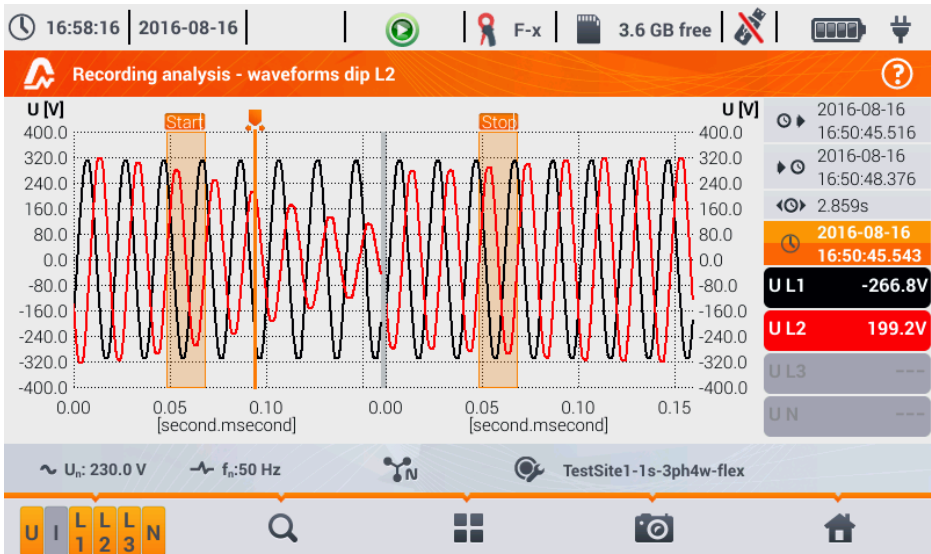

Abb. 29. Analyse der Aufzeichnungen – Wellenform von Spannungsspitze
- Wellenform. Nach der Auswahl eines bestimmten Ereignisses aus der Tabelle und die Verfügbarkeit dieser Option wird angezeigt, kann die Wellenform der momentanen Spannungs- und Stromwerte für den Anfang und Ende des Ereignisses dargestellt werden. Für gewöhnlich (falls in der Konfiguration aktiviert) werden 6 Zyklen (120 ms bei 50 Hz) für den Anfang und 6 Zyklen für das Ende des Ereignisses gespeichert (2 Zyklen vor dem Auslösen und 4 danach). Im Falle von fehlenden Daten (z.B. wenn ein Ereignis am Ende der Aufzeichnung noch aktiv ist und wenn die Daten am Ende fehlen) werden nur die verfügbaren Daten angezeigt (Diagramm stellt nur den Ereignisstart dar). Ein Beispiel für die Darstellung der Wellenform einer Spannungsspitze ist in Abb. 29 dargestellt. Im rechten Teil werden die Daten zu dem Ereignis dargestellt: Startzeit, Endzeit, Dauer und die Werte der Cursors. Gleich wie bei den anderen Diagrammen, kann das Diagramm gezoomt und zwischen den angezeigten Kanälen gewechselt werden etc.